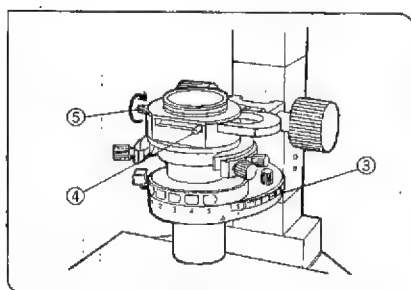

図 100
- 4) ターレット③を回し、BFの明視野観察光路(光路に光学素子がない状態)にします。(図100)
- 5) ポラライザユニット (IX-LWPO) のポラライザ挿脱レバー④を右側に動かして、ポラライザを光路に入れます。(図100)
- 7) ポラライザユニットのポラライザ回転/固定つまみ⑤を反時計方向に少しゆるめ、水平回転して、視野が最も暗くなる暗黒の位置に合わせます。(図100)